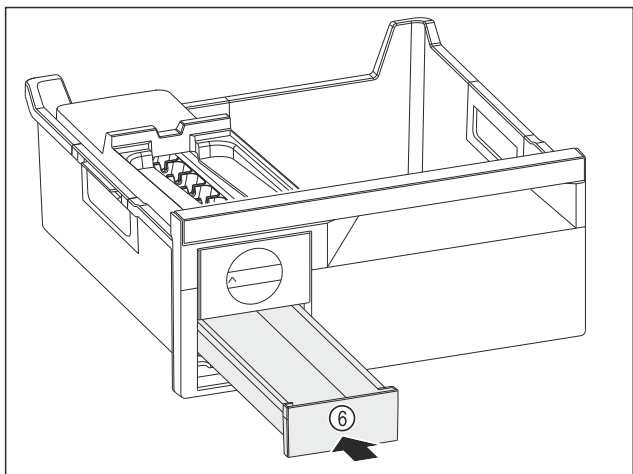

Fig. 117
► Вкарайте чекмеджето за ледени кубчета Fig. 117 (6).